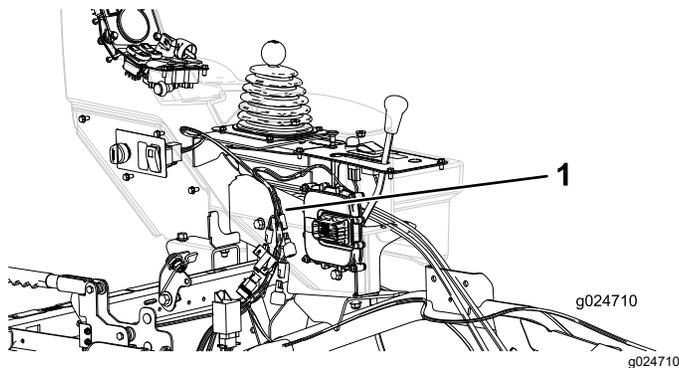

Figura 6
2. Instrandate il cablaggio verso la consolle laterale (Figura 6).